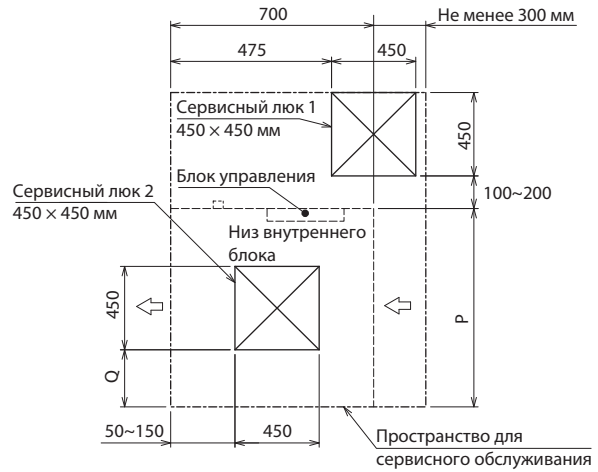

Рис. 2 Вид А
- Установите сервисный люк 1 и 2 (450 × 450 мм), как показано на рис. 2. (Сервисный люк 2 не требуется, если пространства под блоком достаточно для проведения сервисного обслуживания.)